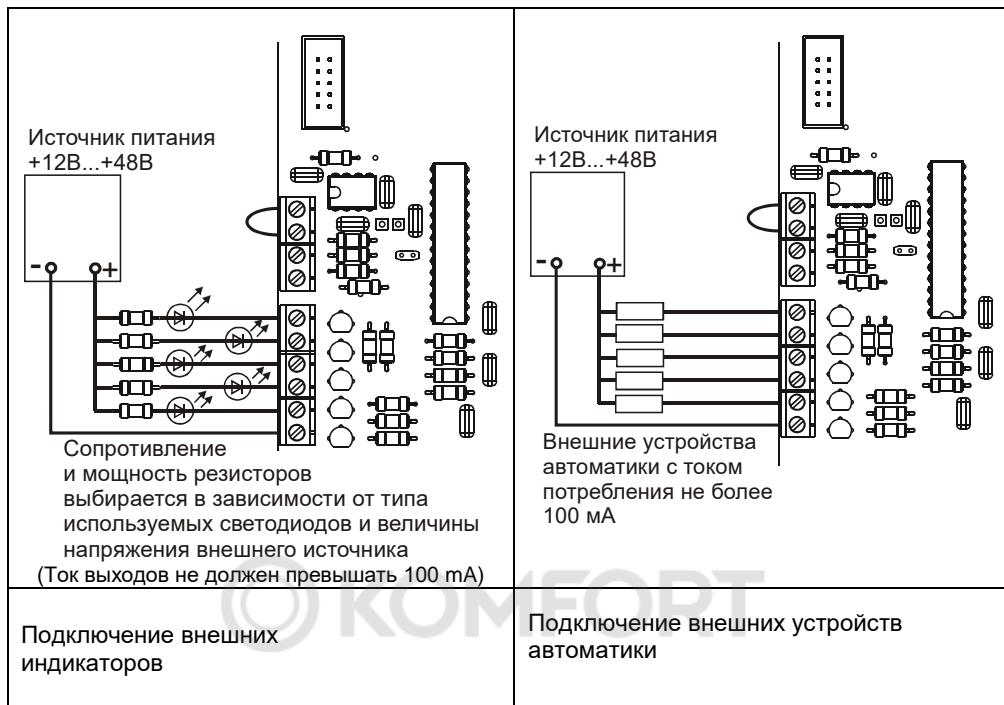

Рисунок 3
В изделии предусмотрена возможность подключения цепей управления внешними устройствами автоматики и (или) дистанционного контроля состояния устройства посредством выходов типа «открытый коллектор» (см. таблицу 2 и рисунок 3):
- подключить, при необходимости, к соответствующим контактам колодок (выходы типа «открытый коллектор») внешние цепи индикации или внешние устройства автоматики с током потребления до 100mA (см. рисунок 3);